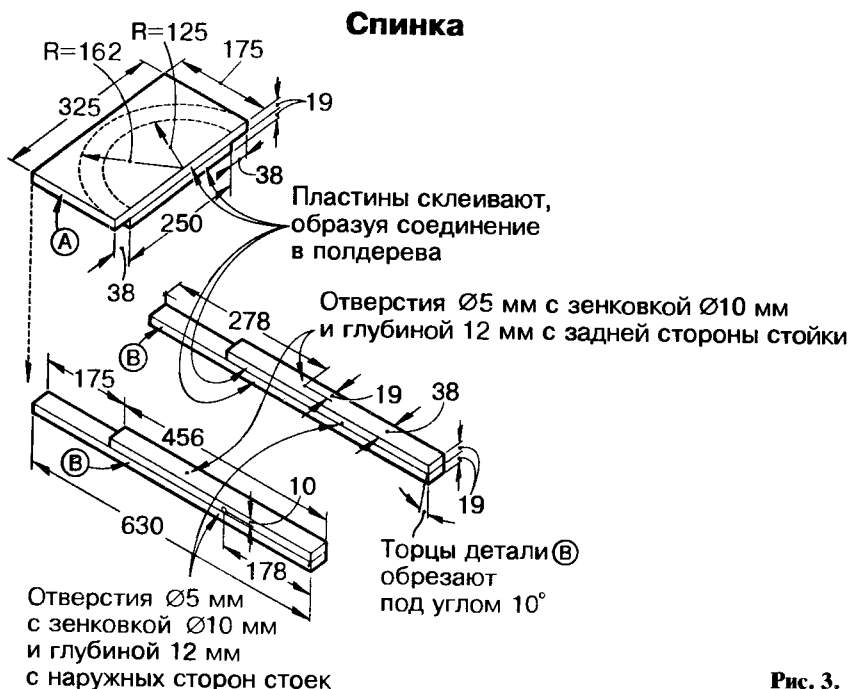

Рис. 3.
4. Обрежьте нижние концы стоек под углом, как это видно на рис. 3. Разметьте и просверлите в